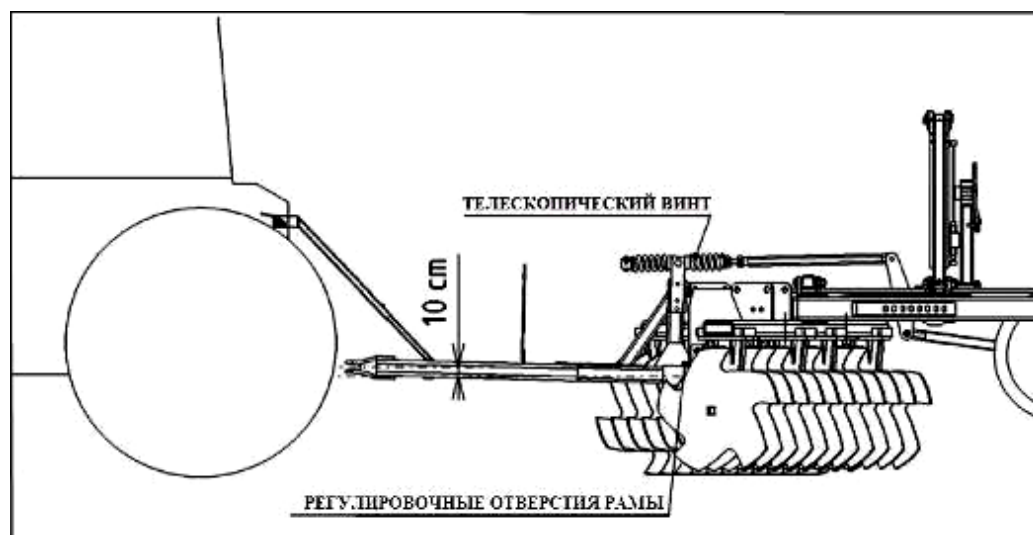

Рисунок 13.
- При работе точка сцепки с трактором должна быть приподнята примерно на 10 см относительно сцепки с дисковой бороней (рис. 13).